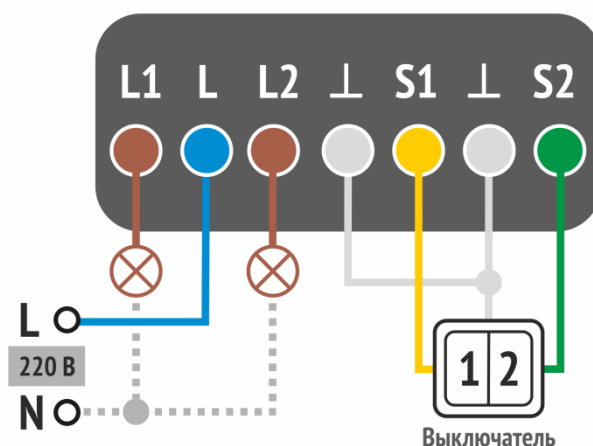

Рисунок 7.1 – Схема подключения модуля для управления двумя независимыми линиями освещения
- 3) Подключите провод входной фазы к синему проводу (L) модуля.
- 5) Желтый (S1), зеленый (S2) и белые провода (⊥) модуля подключите к сухим контактам выключателей в соответствии со схемой (см. рисунок 7.1).